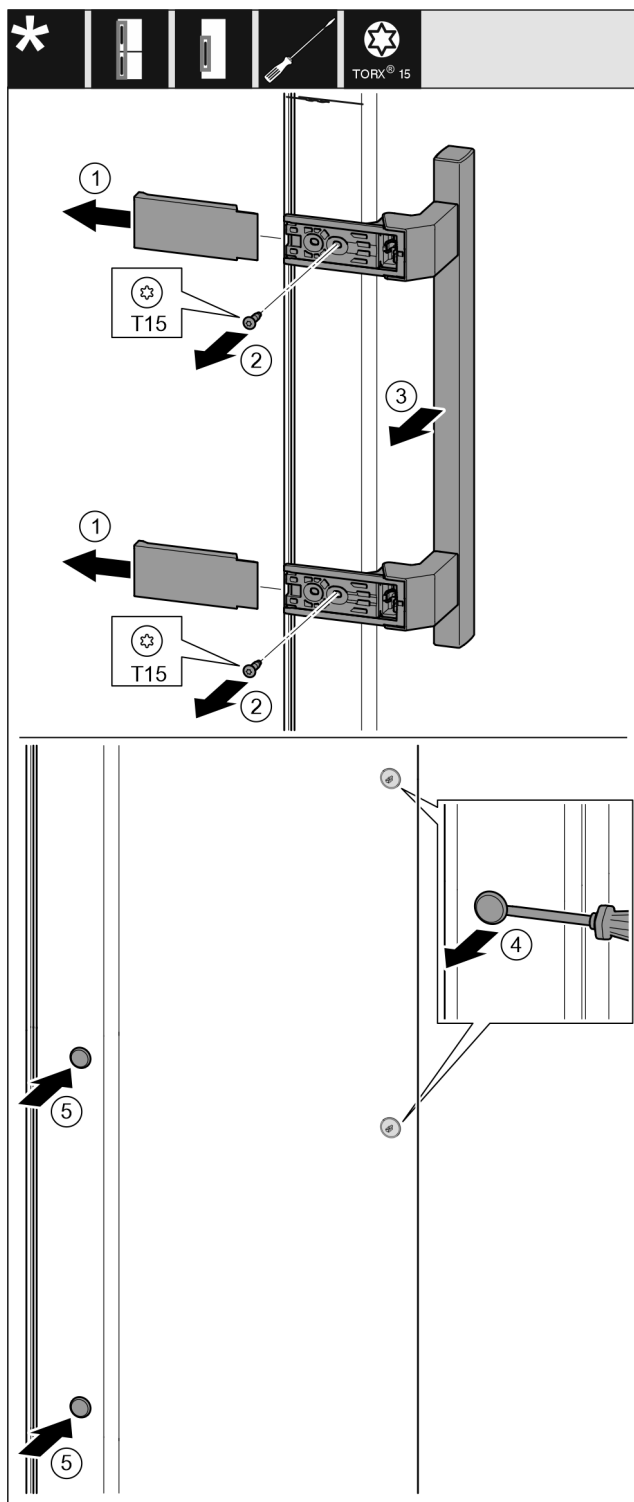

Fig. 39
- ▶ Tag afdækningen af. Fig. 39 (1)
- ▶ Skru skrueene ud med skruetrækkeren T15. Fig. 39 (2)
- ▶ Tag grebet af. Fig. 39 (3)
- ▶ Løft forsigtigt propperne i siden op med en flad skruetrækker, og træk dem ud. Fig. 39 (4)
- ▶ Sæt propperne igen i den anden side. Fig. 39 (5)